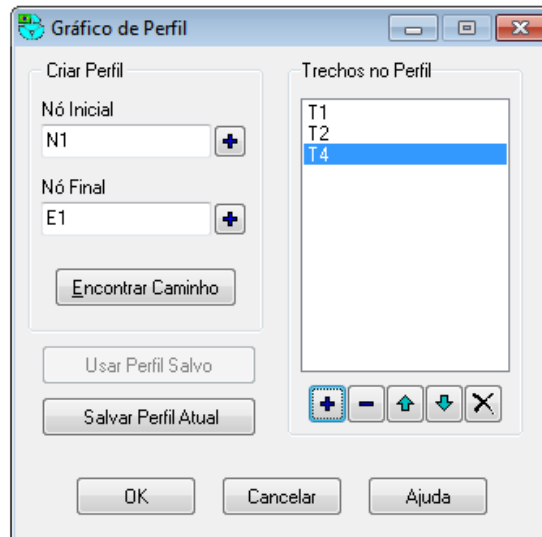

Figura 2.18 - Janela de diálogo para os Gráficos de Perfil Longitudinal
2. Na janela de diálogo dos Gráficos de Perfis introduzir **N1** no campo **Nó Inicial**, tal como mostra a Figura 2.18. Também pode-se realizar o mesmo procedimento, selecionando o nó diretamente no mapa ou através do Painel de Navegação e posteriormente pressionando o botão junto ao campo que se deseja preencher.